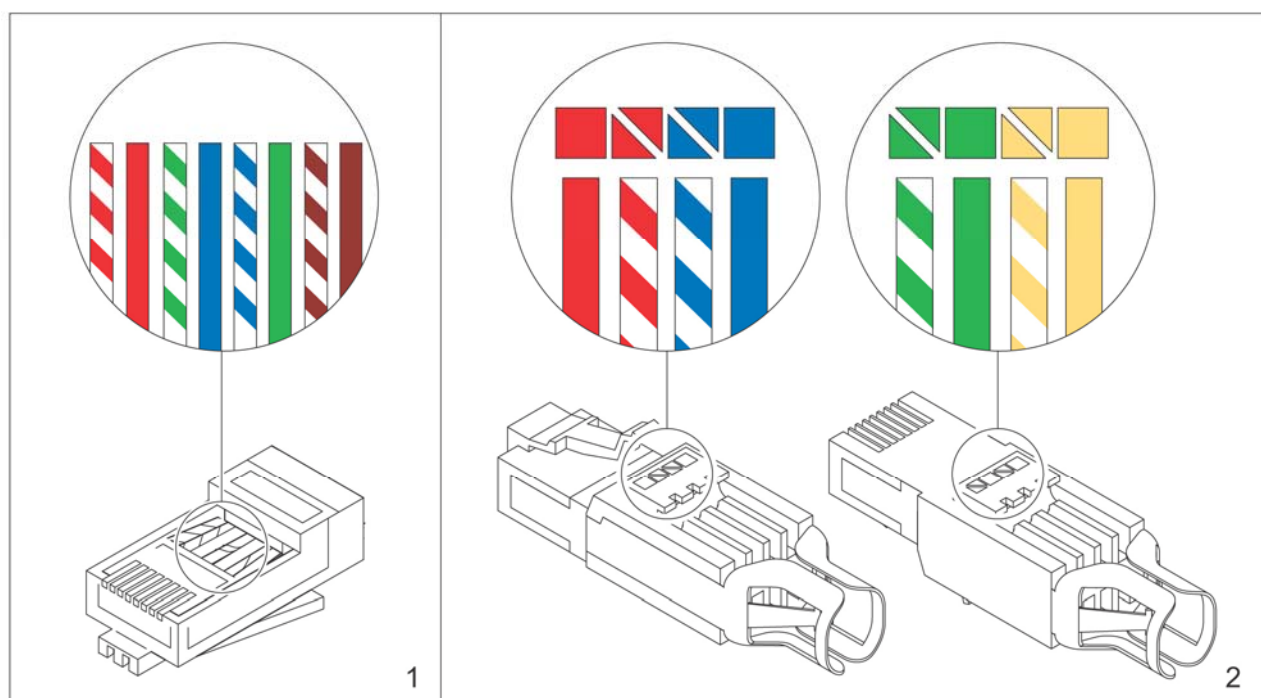

Figure 33. Konnektorite tüübid
- Paigaldage konnektori kate ja sulgur võrgukaabli (1, fig. 33, page 5-27) külge.
- Eemaldage kaabli ühelt küljelt umbes 5 cm (1,96") ulatuses isolatsioon (2).
- Lükake varjet tahapoole (3).
- Painutage traat tagasi (4).
- Koorige kaabli küljest lahti metallvarje (4).